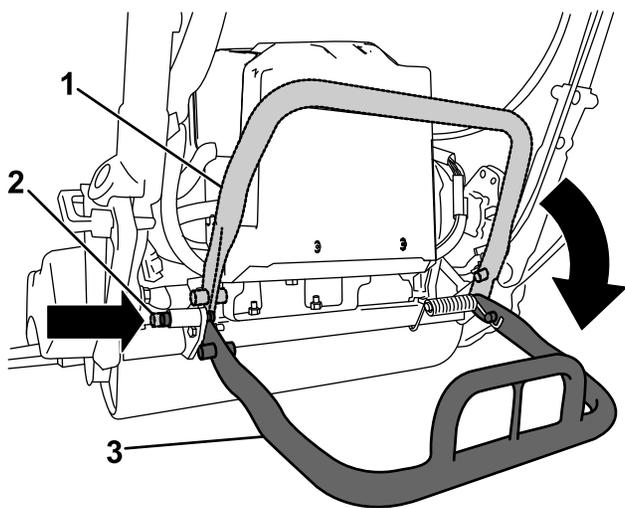

図 23
- リールを外している間にマシンが後ろに倒れないように、キックスタンドを下げて、ロッキングピンを差し込んでキックスタンドを整備位置にロックします 図 23。